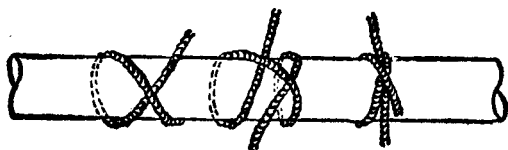
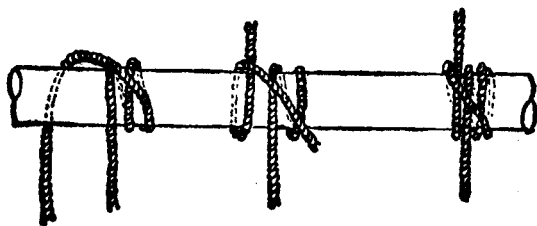

图 12 梯索扣的连接法
图 13 鲁班扣的连接法
(6) 梯索扣与鲁班扣：在桅杆顶部拴绑缆风绳时，多用梯索扣及鲁班扣，当绳的两头受力后，会愈拉愈紧，见图 12 与图 13。